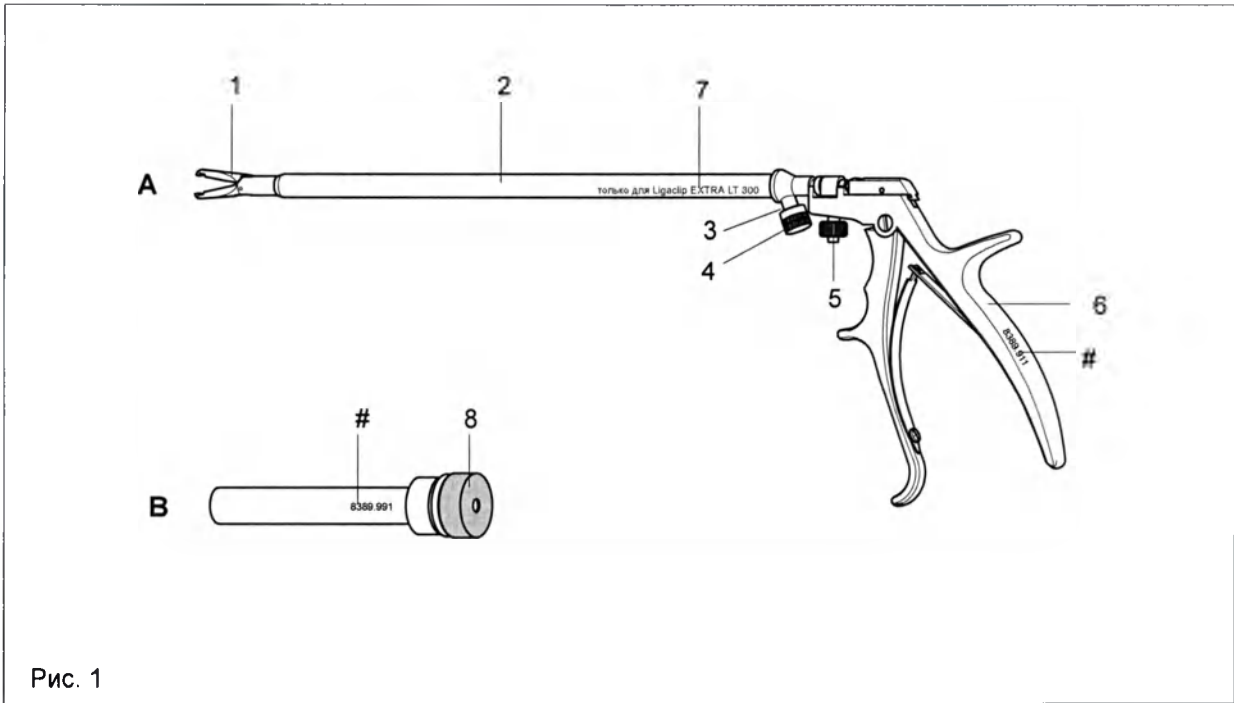

Рис. 1
- ◇ Навинтите колпачок Люэра (4) на соединение Люэра (3). (Рис. 1)